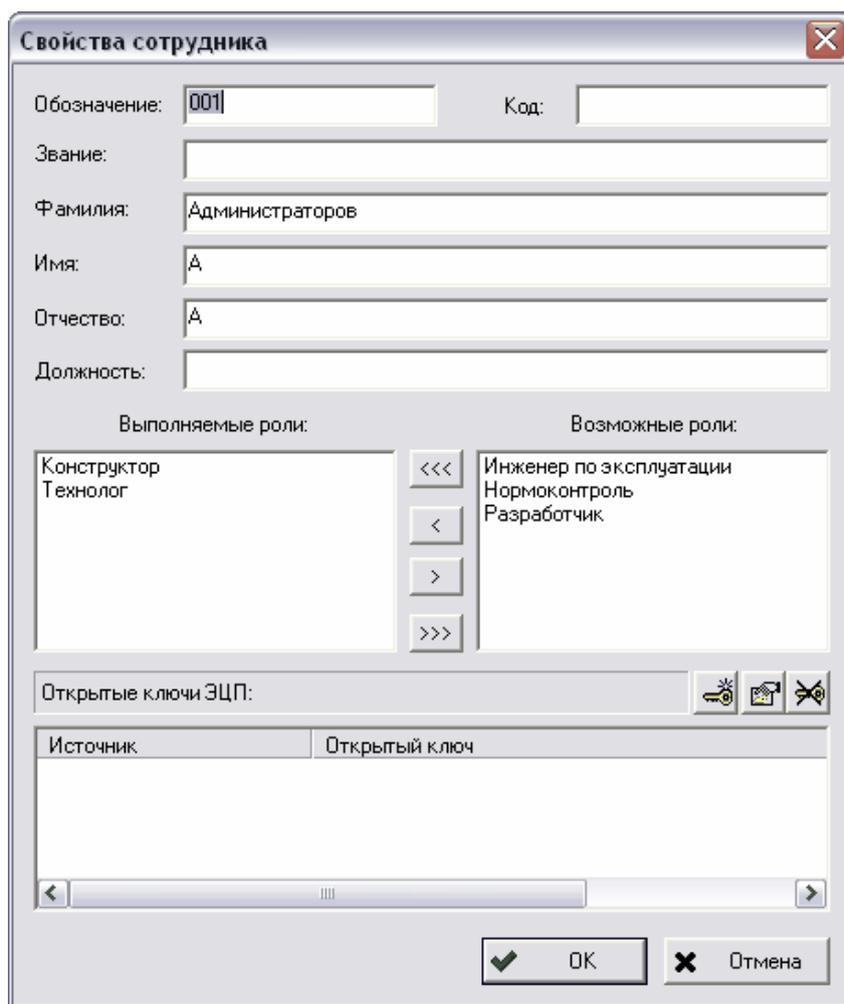

Рис. 116 Свойства сотрудника
Администрирование криптографических ключей систем ЭЦП происходит в модуле **Настройка словарей БД** в режиме редактирования организационной структуры (см. пункт 4.2.1). Ключи настраиваются в диалоговом окне учетной записи сотрудника (Рис. 116).
1. В окне **Свойства сотрудника** нажмите на кнопку  (Рис. 116).